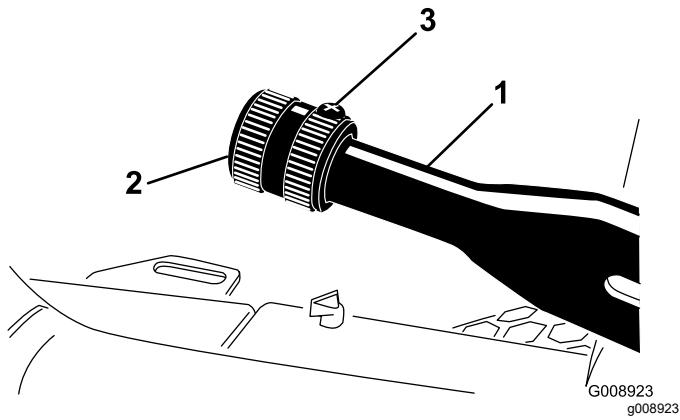

Bild 59
2. Lösen Sie die Stellschraube, mit der das Handrad am Feststellbremshobel befestigt ist (**Bild 59**).